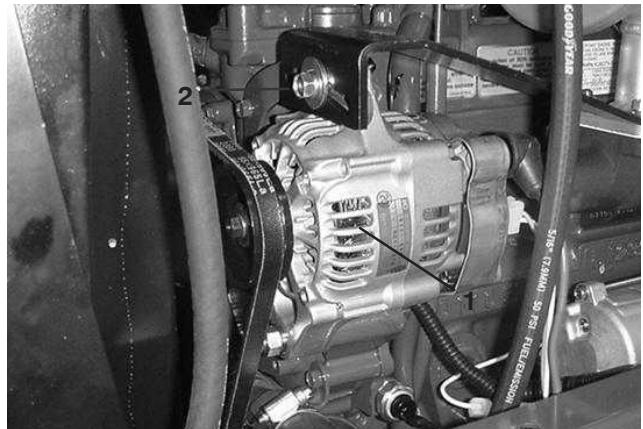

Bild 51
1. Zustand und Spannung: Prüfen Sie den Zustand und die Spannung der Riemen (Bild 51) alle 150 Betriebsstunden.